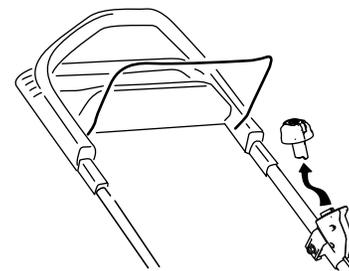

Figura 19
1. Remova o botão de arranque elétrico (Figura 19).